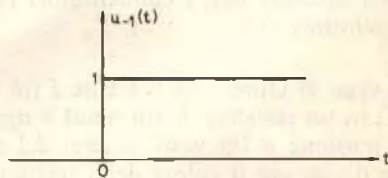

Fig. 3
A) Definizione - Una funzione unitaria $u_{-1}(t)$, è uguale a 0 per t inferiore a zero ed è uguale a 1 per t superiore a zero (fig. 3). Questo concetto è utile nel descrivere, per esempio, l'applicazione di una tensione continua (o di una corrente continua) ad un circuito. Se noi lasciamo $v = Vu_{-1}(t)$, per t inferiore a 0, $v = 0$ e per t superiore a 0, $v = V$. Se $i = Iu_{-1}(t)$, $i = 0$ per t inferiore a 0 e $i = I$ per t superiore a 0.